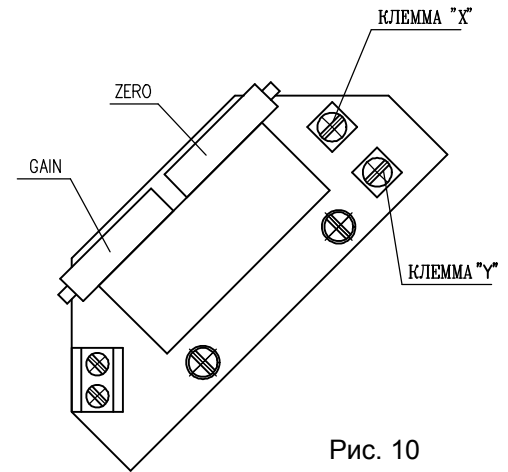

Рис. 10
2.5 Настройка электронного датчика положения (EPV) (EPV = датчика сопротивления с преобразователем РТК1) - 2-проводниковое включение (рис.10)
- Освободите укрепляющие винты (109) фиксатора датчика и высуньте датчик из зацепления.
- Измерительный прибор для измерения сопротивления подключите на клеммы X, Y (рис.10). (употреблен датчик с сопротивлением 100Ω)
- Поворачиванием устанавливающего триммера ZERO (рис.10) установите величину выходного сигнала тока, измеряемого на клеммах 81-82, на величину 4 мА.
- Поворачиванием устанавливающего триммера GAIN (рис.10) установите величину выходного сигнала тока, измеряемого на клеммах 81-82, на величину 20 мА.